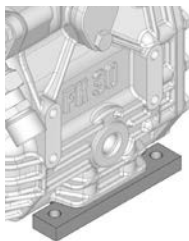

Рис. 4
- В комплекте поставки к компрессору прилагаются монтажные ножки (см. рис. 4). Однако возможен вариант поставки непосредственно одного компрессора без монтажных ножек, прикрученного винтами к опоре.